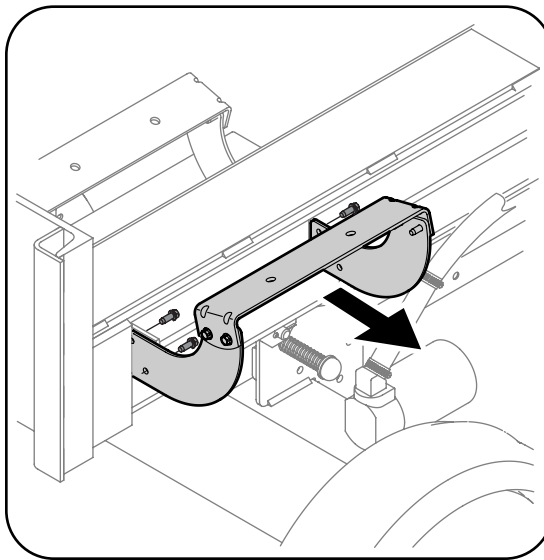

Figura 3-5
- Desconecte el bastidor de troncos de la vigueta al costado de la válvula de control. Vea la Figura 3-5.